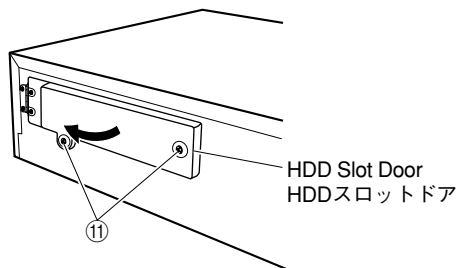

Fig. 10
- a. Loosen 2 screws (⑪) and open the HDD slot door. (Fig. 10)
- a. ⑪のネジ2本をゆるめ、HDDスロットドアを開きます。(Fig. 10)